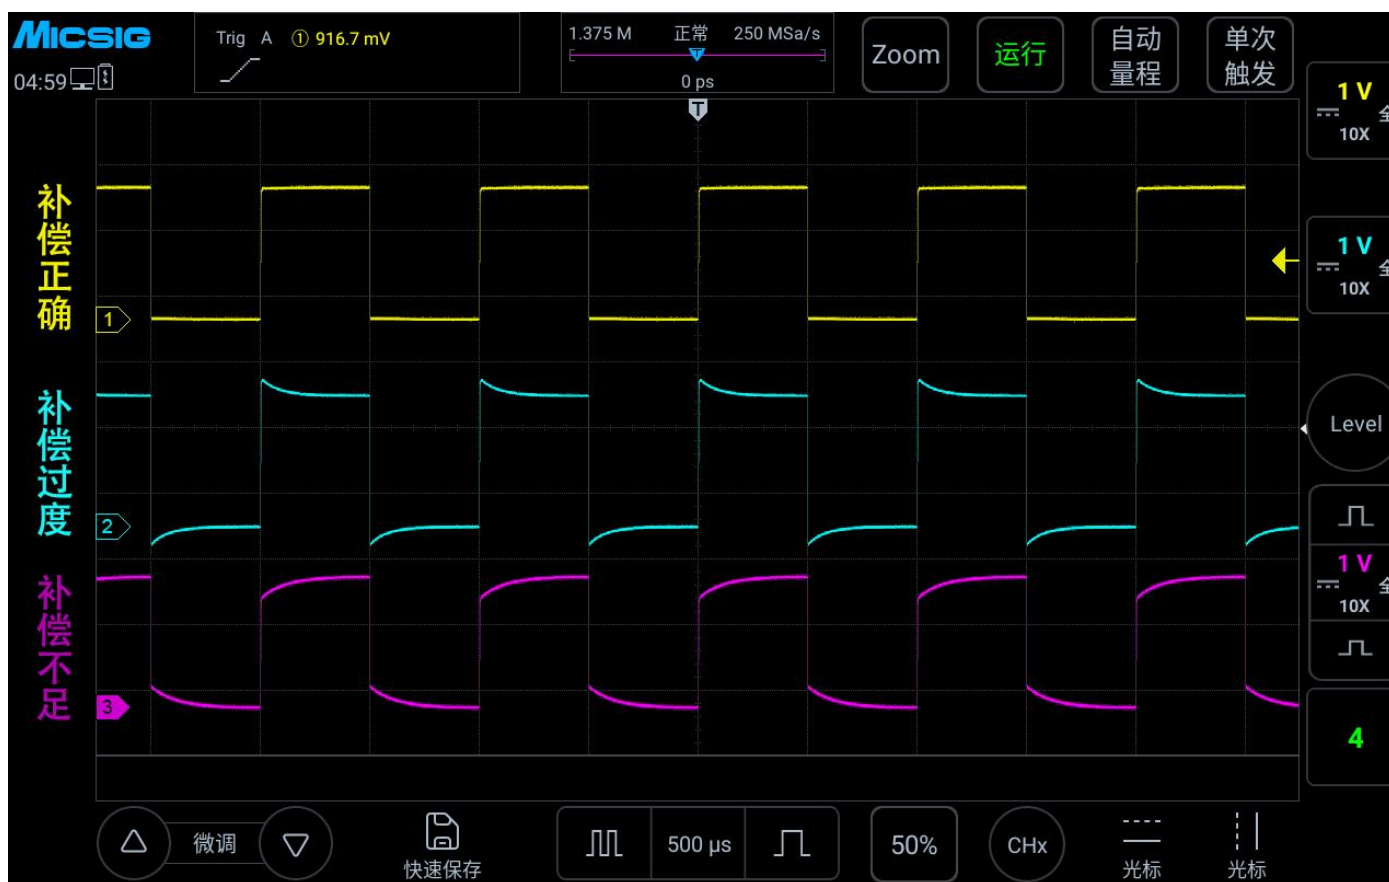

图 2-14 探头补偿
- 5) 轻点  键或者手动调节波形垂直灵敏度、水平时基。观察波形形状，见图 2-14。